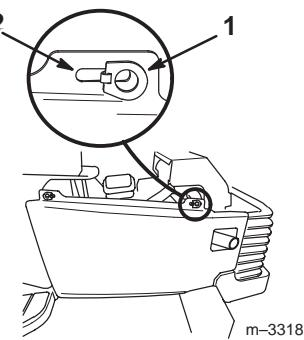

Bild 4
3. Heben und drehen Sie beide Riegel an den Seitenwänden, bis diese mit dem offenen Schlitz flüchtig sind (Bild 4).